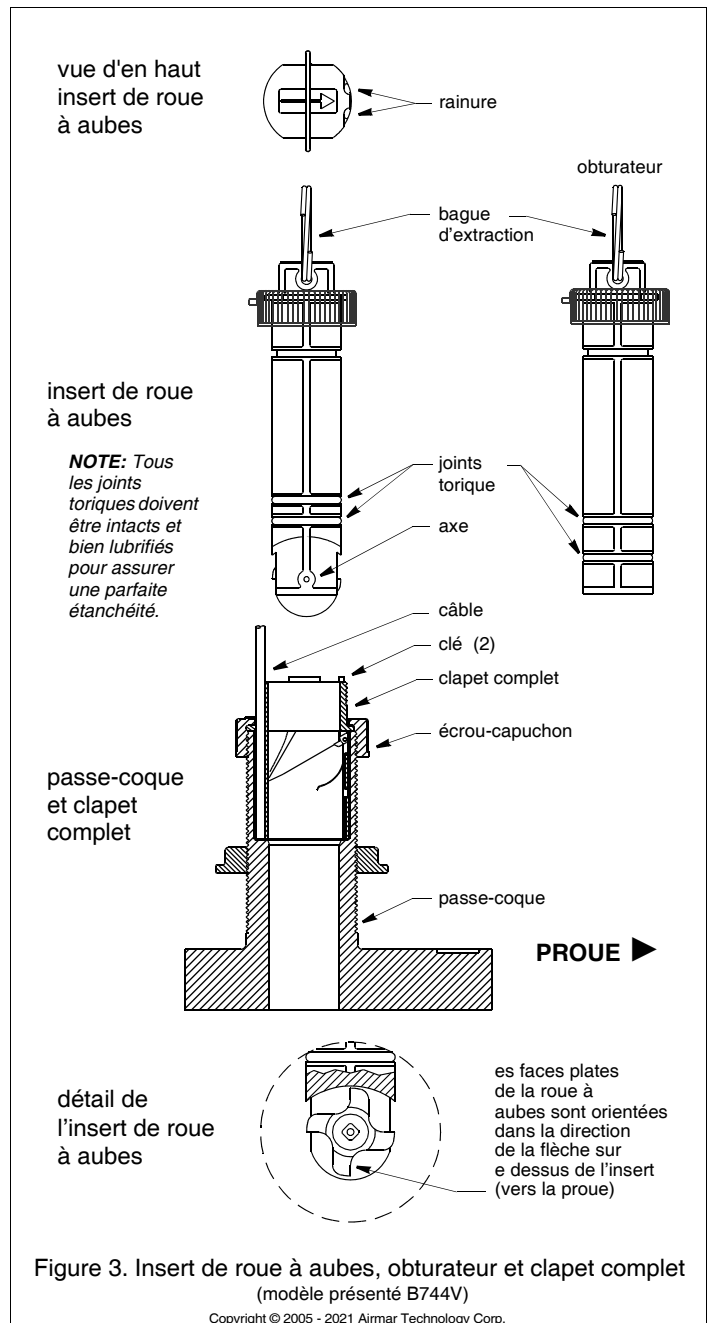

Figure 3. Insert de roue à aubes, obturateur et clapet complet (modèle présenté B744V)
- Pendant le durcissement du mastic d'étanchéité, inspectez les joints toriques de l'insert roue à aube (remplacez-les si nécessaire) et lubrifiez-les avec la graisse silicone fournie (Figure 3). Les joints toriques doivent être intacts et bien lubrifiés pour garantir l'étanchéité de la sonde.
1. *Tous les joints toriques doivent être intacts et bien lubrifiés pour assurer une parfaite étanchéité.* Inspectez les joints toriques de l'obturateur et remplacez-les si nécessaire, lubrifiez-les avec la graisse silicone fournie ou du gel de paraffine (Vaseline®) (Figure 3).
4. Insérez l'obturateur dans le tube passe-coque. Insérez l'obturateur avec un mouvement tournant jusqu'à ce que les ergots s'insèrent dans les rainures (Figure 3). Vissez l'écrou d'INSERT et **serrez uniquement à la main.** Veillez à ne pas serrer exagérément.
3. Séparez l'insert roue à aubes du clapet en dévissant l'écrou d'INSERT (Figure 3). Saisissez l'anneau d'extraction et tirez lentement vers le haut.
5. Pour réinstaller le clapet complet, contrôlez l'état des joints toriques de l'insert roue à aubes (remplacez si nécessaire) et lubrifiez-les avec de la graisse silicone ou du gel de paraffine (Figure 3). Les joints toriques doivent être intacts et bien lubrifiés pour assurer une parfaite étanchéité.
1. Chassez l'axe de roue à aubes sur 6 mm (1/4") environ à l'aide de l'axe neuf. Munissez-vous de pinces pour terminer l'extraction de l'axe (Figure 3).